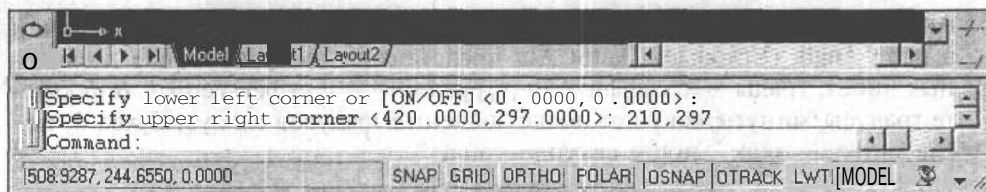

Рис. 2.5. Диалог в командной строке при задании лимитов чертежа
2. Посмотрите в командную строку. В ней появится запрос программы на ввод координат левого нижнего угла прямоугольной области (рис. 2.5). Обратите внимание на запись в угловых скобках <0.0000,0.0000> (количество нулей после точки соответствует установленной точности единиц измерения). Это координаты, которые предлагает AutoCAD по умолчанию. Первая цифра до запятой относится к координате X, а после запятой — к Y. Для подтверждения текущего варианта нажмите клавишу <Enter>.
2. Выберите в нем **Drawing Limits** (Лимиты) и посмотрите в командную строку. В ней кроме запроса программы на ввод координат левого нижнего угла прямоугольной области и значений этих координат по умолчанию в угловых скобках выведены опции команды **[ON/OFF]** ([Вкл/Выкл]) (см. рис. 2.5) в квадратных скобках.